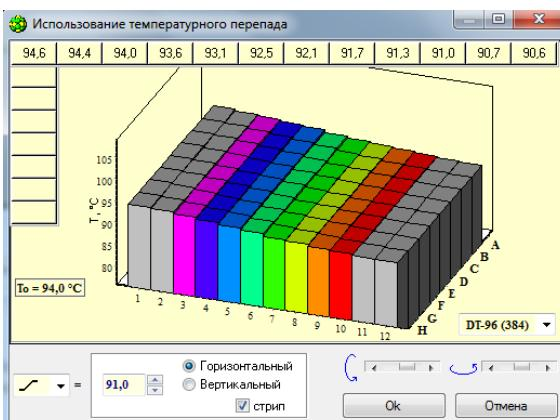

Рис.39 Горизонтальный градиент с опцией «стрип»
4. Для ввода градиента в окошках  =  выбрать символ градиента  и ввести температуру переднего края матрицы при выборе вертикального градиента, или правого края матрицы при выборе горизонтального градиента (Рис.39, 40).
При выборе горизонтального градиента можно выставить опцию стрип, получив при этом поле матрицы 8x8 с улучшенной линейностью градиента (цветная область на Рис.39).